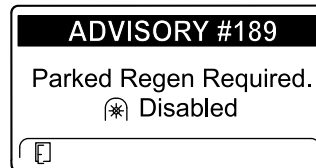

Figura 51
- Si no se realiza la regeneración con la máquina aparcada en un plazo de 2 horas, el InfoCenter muestra ADVISORY #189 (Aviso n.º 189) solicitando la regeneración con la máquina aparcada e indicando la desactivación de la toma de fuerza (Figura 51).